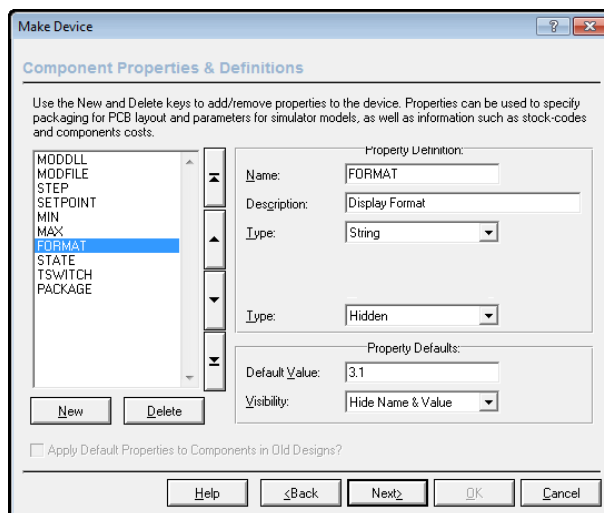

Рис. 37
**FORMAT** – название этого свойства тоже не нуждается в переводе, а относится оно к формату числа, выводимому в окошко зеленого дисплея. Это подтверждается и тем, что в **Description** автор модели указал **Display Format** (Рис. 37). Обратите внимание, что верхний **Type** для этого свойства задан, как **String** – текстовая строка. Нижний **Type** тоже скрытый, поэтому оно видно только при установленном флажке **Edit all properties as text**. Ну а теперь о самом главном для этого свойства – **Default Value**. По умолчанию оно задано как **3.1**, что означает три знака до десятичной запятой и один после. При желании эти значения можно изменять, только следите за тем, чтобы общее число символов уместилось в зеленом окошке.